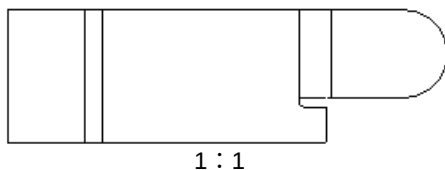

图 10.2.16 创建展开视图
(1) 单击“新建”按钮 ，在系统弹出的“新建”对话框中选中 **类型** 区域的  **绘图** 单选项，在 **名称** 文本框后输入文件名 **sm**；取消选中 ☐ **使用默认模板** 复选框，然后单击 **确定** 按钮。
(2) 选取适当的工程图模板或图框格式。在系统弹出的“新建绘图”对话框中，在 **指定模板** 区域选中  **空** 按钮；在 **方向** 区域选择图纸的方向为“横向”，再在 **大小** 区域选择图纸的 **标准大小** 为 **A2**；单击 **确定** 按钮。
(3) 在系统弹出的“打开表示”对话框中选择 **主表示** 选项，然后单击 **确定** 按钮。
Step2. 创建图 10.2.16 所示的展开视图。